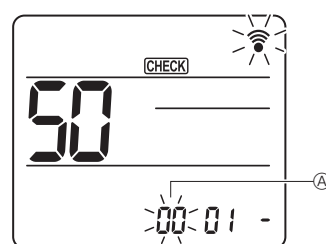

Fig. 6-17
- ② Impostazione del numero dell'unità
Premere il pulsante [50] per impostare il numero di unità ①. (Fig. 6-17)